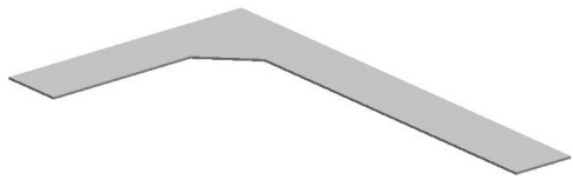

图 11-144 创建突出块特征
(5) 在“突出块”对话框中单击按钮，创建突出块特征，如图 11-144 所示。